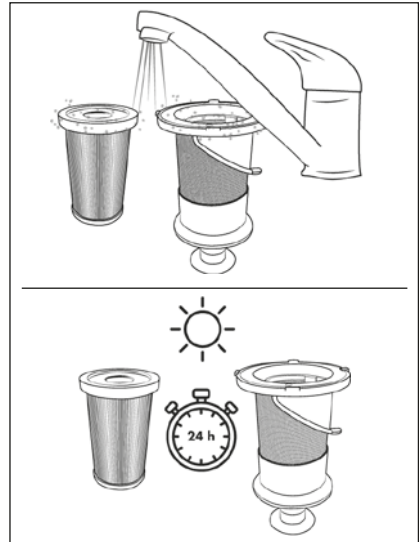

Afb. 19
- 4) Haal het HEPA-filter ④ uit het RVS-filter ⑤ door in de opening van het HEPA-filter ④ te grijpen en het uit het RVS-filter ⑤ te trekken (zie afb. 19).